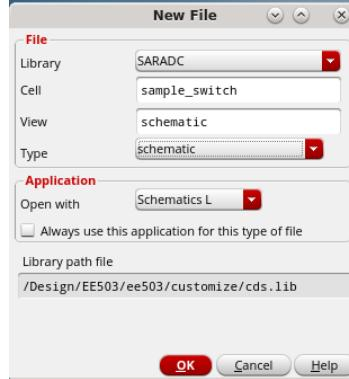

图 8 创建新的 Schematic 电路视图
2. 在弹出的如图 8 所示的对话框中，将 Cell 命名为 sample_switch，选择 Schematic 类型。点击 OK 按钮。